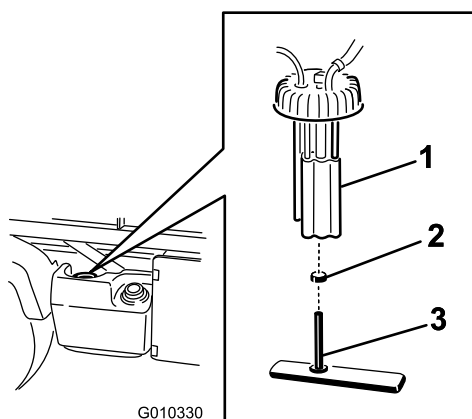

Figura 47
2. Desligue os conectores da cablagem da bomba de combustível (Figura 47).
3. Desaperte a braçadeira e desligue o tubo de combustível da tampa da bomba de combustível (Figura 47).
4. Remova a tampa da bomba de combustível da parte superior do depósito de combustível (Figura 47).
5. Retire o conjunto da bomba de combustível e o filtro de combustível do depósito (Figura 47).
7. Retire o tubo da união (Figura 47).